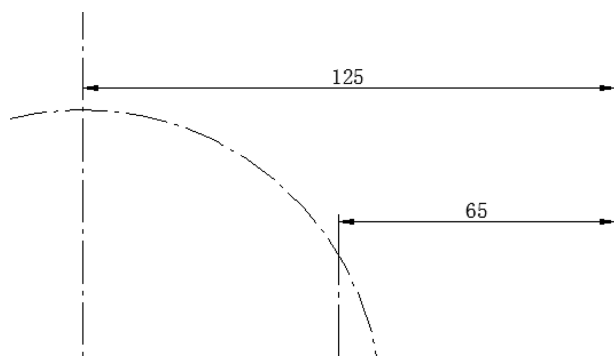

图 6-87 添加尺寸
(7) 单击【绘制草图】选项卡【尺寸】区域下的 f 【智能尺寸】按钮，确定如图 6-87 所示位置的竖直直线。